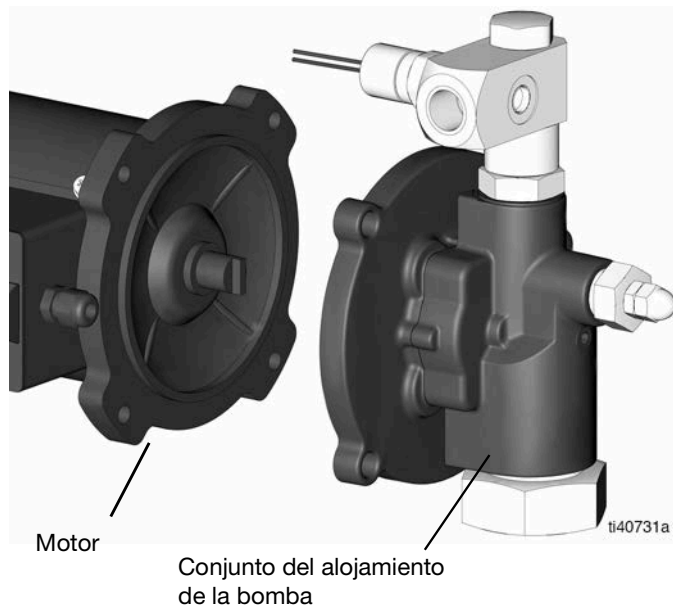

FIG. 23
- 14. Desmonte el conjunto del alojamiento de la bomba (FIG. 23).
14. Retire del motor el conjunto del alojamiento de la bomba (FIG. 23).